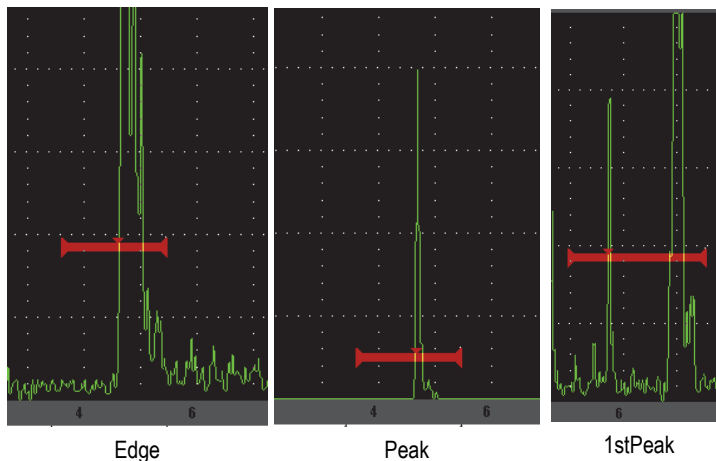

Figura 2-11 Medição de disparo nos modos Edge, Peak e 1stPeak
- **Peak:** adquire leituras de medição baseadas no pico mais alto da região fechada (não precisa ultrapassar o limite da porta) [veja Figura 2-11 na página 42].
- **1stPeak:** adquire leituras de medição baseadas no primeiro pico que ultrapassa o limite da porta (nível) [veja Figura 2-11 na página 42].
- **Edge:** obtém leituras de medição baseada na posição do primeiro ponto de passagem de um sinal fechado (veja Figura 2-11 na página 42).